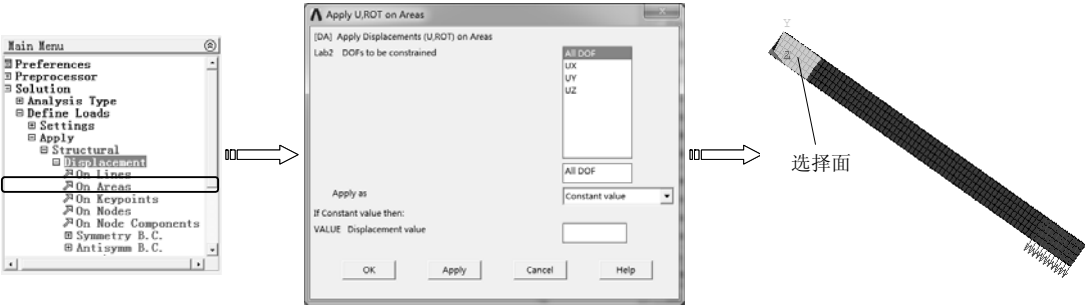

图 9-23 施加自由度约束
- 6) 选择“Main Menu>Solution>Define Loads>Apply>Structural>Displacement>On Areas”命令，弹出实体选取对话框，选择左侧端面，单击“OK”按钮，弹出“Apply U,ROT on Areas”对话框，在“DOFs to be constrained”列表框中选择“All DOF”约束类型，在“Displacement value”文本框中输入数值 0，单击“OK”按钮完成约束，如图 9-23 所示。